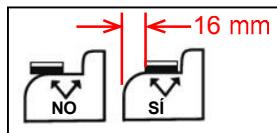

FIGURA 3
- Levante cuidadosamente la placa del estribo (no toque el adhesivo expuesto) y alinee las piezas respecto a las posiciones de la cinta de carrocería. No aplique presión hasta que la colocación sea satisfactoria. ASEGÚRESE DE QUE EL BORDE DELANTERO DE LA PIEZA PERMANECE EN LA ZONA PLANA DE LA SUPERFICIE (véase la figura 3).